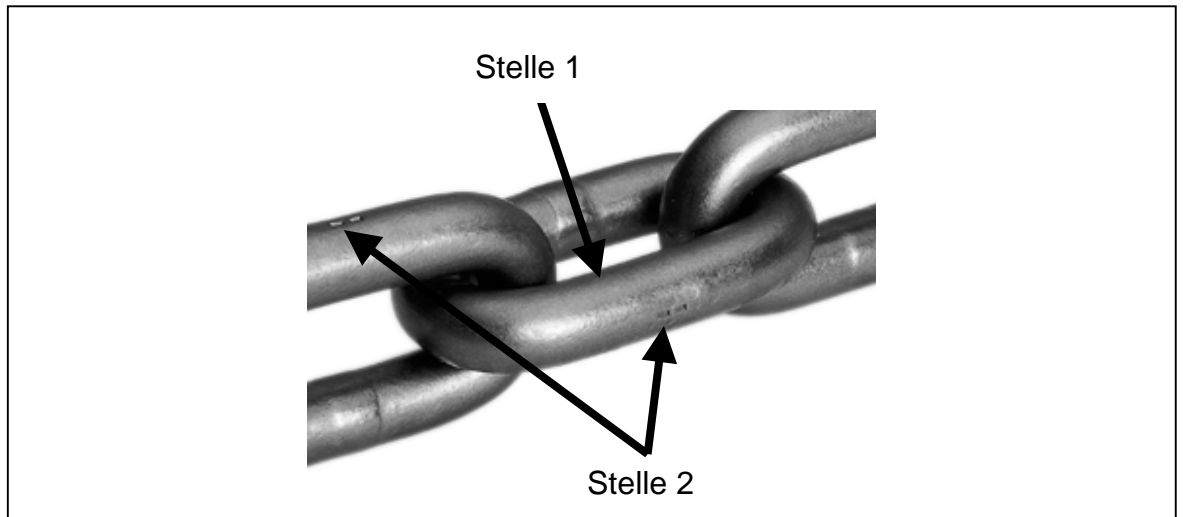

Bild 2
3.2 Kennzeichnung der Ketten (Bild 2)